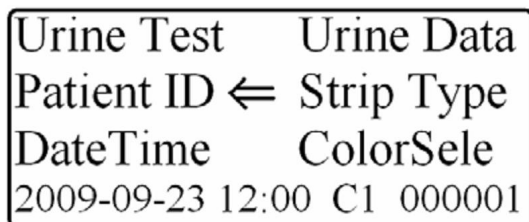

Fig. 8: Selezione della voce "Patient ID"
1. Per inserire l'ID di un nuovo paziente, selezionare la voce "Patient ID" dal menu principale e premere "YES" (Fig. 8)
1. Utilizzare i bottoni della tastiera per selezionare la voce *Patient ID* (Fig. 8).